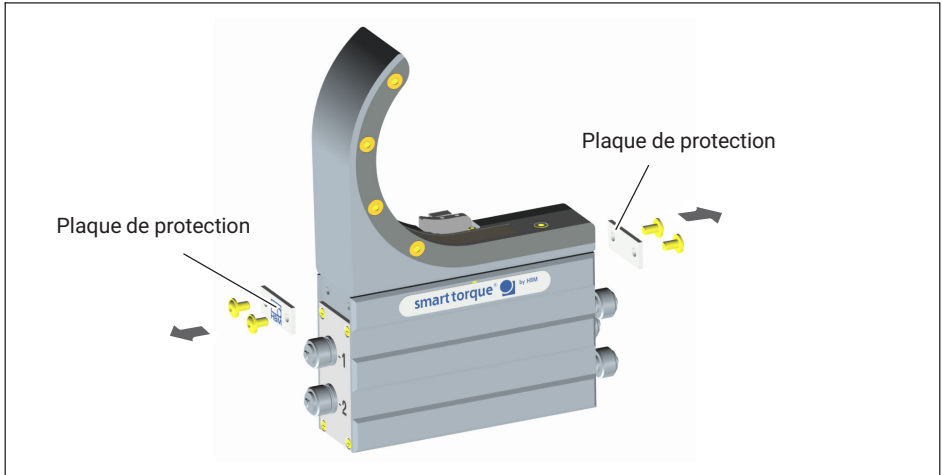

Fig. 8.4 Plaques de protection sur le boîtier du stator
1. Retirer les plaques de protection latérales du boîtier du stator (voir Fig. 8.4).